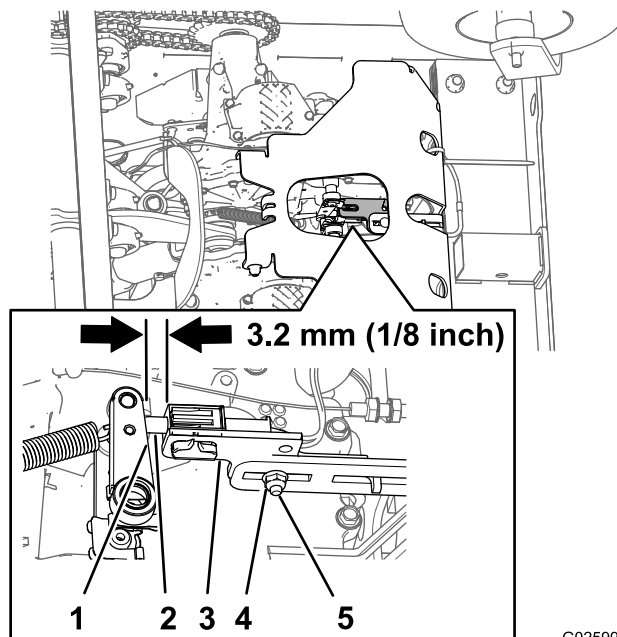

Figura 58
5. Compruebe la distancia entre el soporte del interruptor del freno de estacionamiento y el brazo del freno de la transmisión (Figura 58).
- A. Afloje la contratuerca y el perno de cuello cuadrado que sujetan el soporte del interruptor del freno de estacionamiento (Figura 58).
- B. Ajuste la posición del soporte del interruptor del freno hasta que la distancia (Figura 58) entre el soporte del interruptor y el brazo del freno sea de 3.2 mm (1/8").
- C. Apriete la contratuerca y el perno de cuello cuadrado (Figura 58) que sujetan el soporte